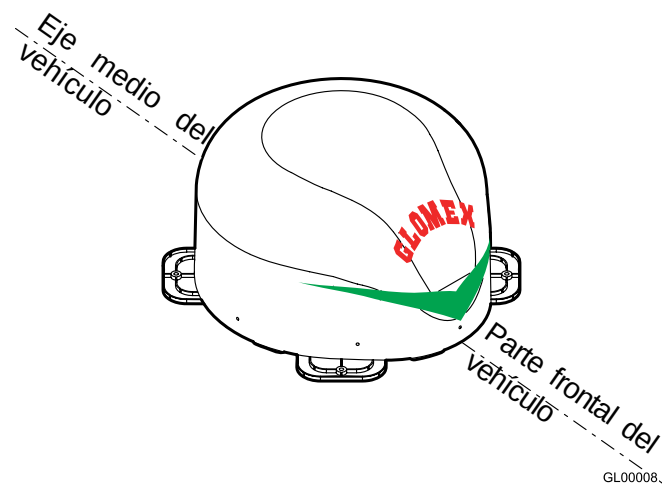

Fig. 8
5. Coloque la antena en la posición apropiada en el eje medio del vehículo, respetando la dirección de instalación indicada en **Fig. 8** y presione con firmeza los lados del radomo para que las placas se adhieran correctamente a la superficie de montaje.
Para un montaje correcto, respete la dirección de instalación indicada en Fig. 8.